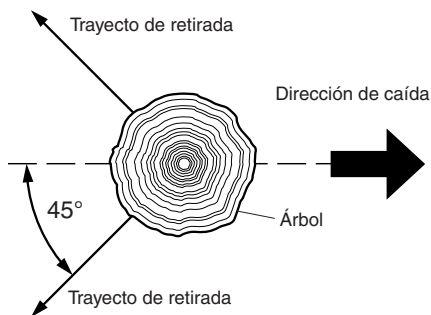

Figura 13 - Trayecto de retirada de un árbol
3. Planee y despeje un trayecto de retirada para el momento de la caída. Este debe ser en sentido contrario al de la caída del árbol y a un ángulo de 45° (vea la Figura 13, página 32).